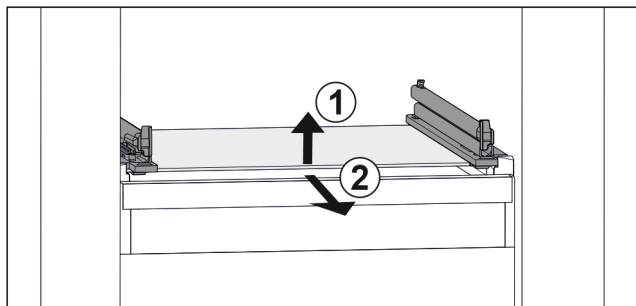

Fig. 112 Rappresentazione esemplificativa del ripiano in vetro
- ▶ Sollevare il ripiano in vetro dal davanti. Fig. 112 (1)
- ▶ Rimuovere il ripiano in vetro tirando in avanti. Fig. 112 (2)